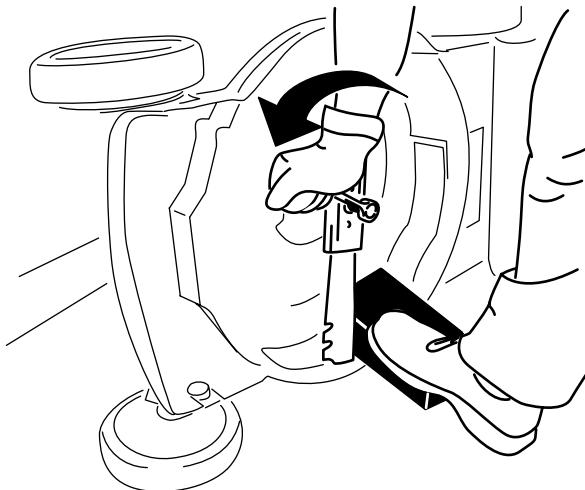

Figure 29
3. Immobilisez la lame avec un morceau de bois (**Figure 29**).
4. Déposez la lame mais conservez les fixations (Figure 29).